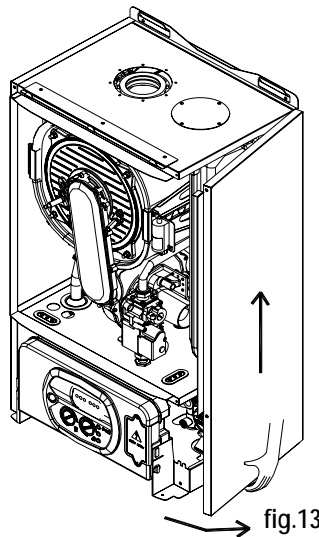

fig.13
- Saisir la base du panneau et, après l'avoir déplacé vers le côté (fig. 13), le retirer en le levant (f. 14)